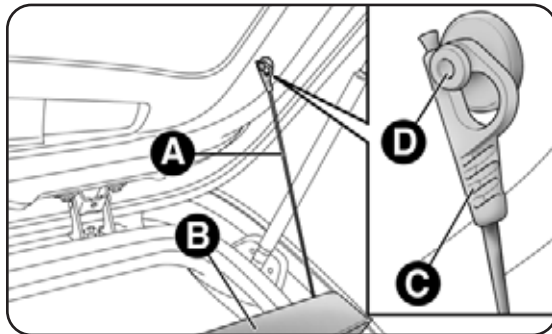

fig. 62
- libere los extremos de las dos varillas A-fig. 62 de sujeción de la sombrerera B sacando los ojales C de los pernos D;